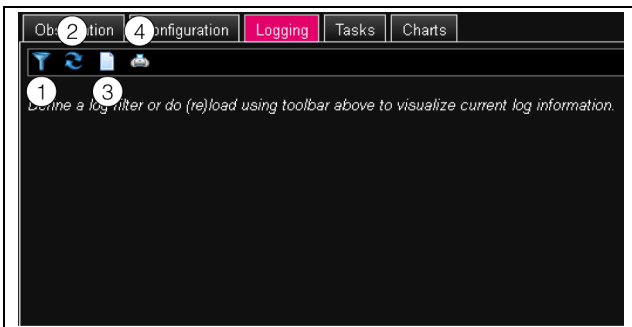

Abb. 46: Registerkarte Logging
- Klicken Sie auf das erste Symbol von links (Abb. 46, Pos. 1).
- Klicken Sie auf das zweite Symbol von links (Abb. 46, Pos. 2).
- Klicken Sie auf das vierte Symbol von links (Abb. 46, Pos. 4).
- Klicken Sie auf das dritte Symbol von links (Abb. 46, Pos. 3).